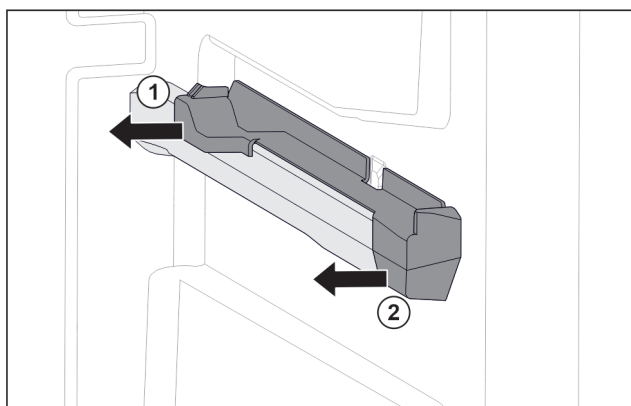

Fig. 77 Вставная часть на правом контейнерном ребре
- ▶ Отодвиньте вставную часть сзади в сторону. Fig. 77 (1)
- ▶ Отодвиньте вставную часть спереди в сторону. Fig. 77 (2)